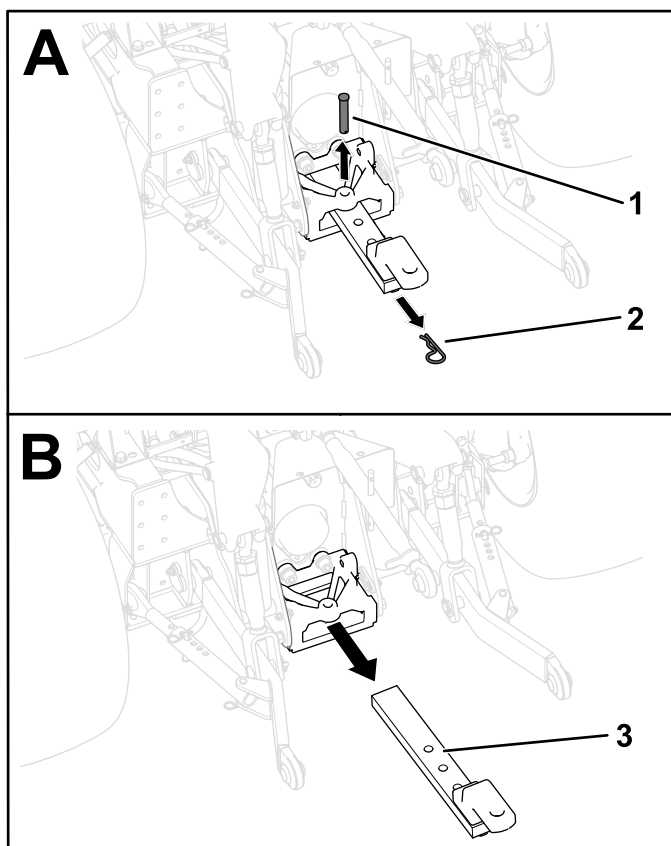

図 20
1. 牽引バーサポートに牽引バーを固定しているヘアピンコッターとクレビスピンを外す 図 20。
2. サポートから牽引バーを外す 図 20。